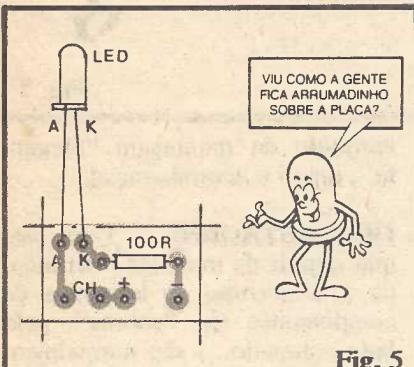
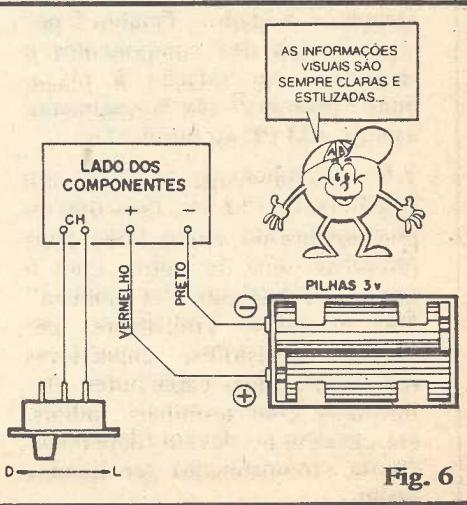

Fig. 5
Fig. 6
- **FIG. 5** - O diagrama de montagem propriamente, que mostra sempre o LADO NÃO COBREADO DA PLACA, com os componentes já posicionados, é, aqui em ABC (e nas outras publicações da KAPROM EDITORA...) chamado de "**CHAPEADO**" (um termo antigo, "do tempo da válvula" e que sobreviveu no jargão de Eletrônica, até hoje...). Notar que o chapeado é sempre mostrado também em **tamanho natural** (escala 1:1) e não passa de uma visão "do outro
FIG. 6 - Depois do chapeado (que mostra a placa pelo lado não cobreado, com os principais componentes devidamente posicionados - ver fig. 5), nas instruções contidas em ABC surgirá **sempre** o **DIAGRAMA DE CONEXÕES EXTERNAS À PLACA**. Conforme fica claro na fig. 6, nesse importante diagrama a placa será **sempre** vista **ainda pelo lado dos componentes** (não cobreado, como no chapeado...). Porém, para facilitar a visualização, nos diagramas de conexões externas, os componentes **sobre** a placa são “ignorados” (não são mostrados, uma vez que já foram vistos no chapeado...). Apenas as ilhas periféricas, normalmente posicionadas na borda da placa e especificamente destinadas às conexões externas, permanecem mostradas e devidamente codificadas e identificadas. A visualização das peças ou componentes externos, respectivas ligações e todos os detalhes técnicos necessários, são **sempre** fornecidos no diagrama (polaridades, posições, eventuais codificações de cores em fios, sentido de acionamento de controles, chaves, potenciômetros, etc.). Por razões técnicas de desenho e espaço, esses complementos externos à placa, **nem sempre** são mostrados em escala, ou seja: suas dimensões relativas podem não “bater” com os tamanhos reais das peças. A fig. 6 mostra um caso típico dessa desproporção inevitável: a chave H-H (interruptor) é mostrado quase do tamanho do suporte com as pilhas, quando, na verdade, é muito mais pequena em relação a este. Essa “quebra” de proporções ocorre por ser inevitável o eventual detalhamento justamente das peças menores e suas conexões. Em detrimento da “perfeita geometria” da figura, temos então - como vantagem - uma informação mais perfeita e detalhada, sobre “o que está ligado onde”.
ca, basta friccioná-la com palha de aço fina ("Bom Bril") ou lixa fina, até que o cobre se mostre brilhante. Já os terminais de componentes ou pontas de fios, devem ser raspados com uma lâmina ou estilete, também até que fiquem brilhantes. Isso feito o componente pode ser assentado no lado não cobreado, tendo seus terminais convenientemente dobrados e "enfiados" nos respectivos furos (respeitando as indicações do chapeado, como na fig. 5). Em seguida, procede-se à soldagem: